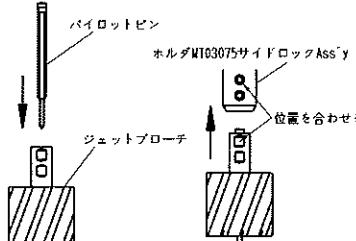

図 21
- 2) 使用するジェットブローチにバイロットピンを差し込んでください。(図 21)